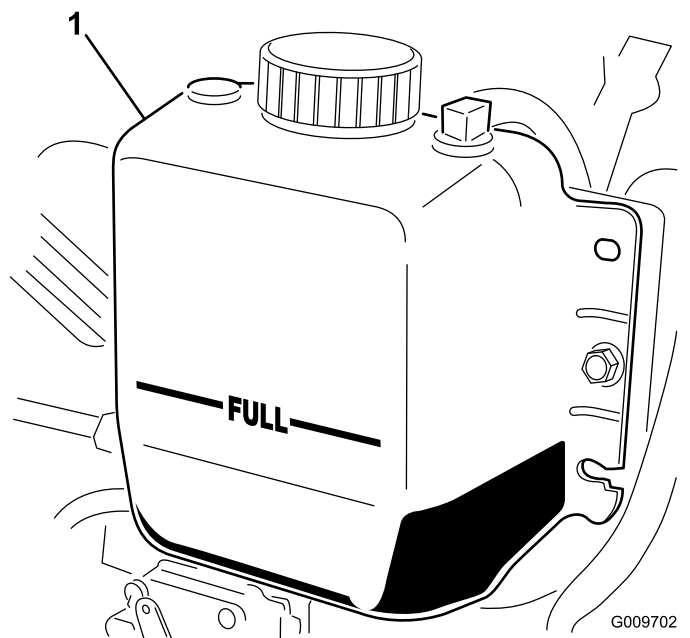

Bild 90
2. Prüfen Sie den Kühlmittelstand im Kühler. Der Kühler sollte bis zur Oberseite des Einfüllstutzens und das Ausdehnungsgefäß bis zur VOLL-Markierung gefüllt sein (Bild 90).